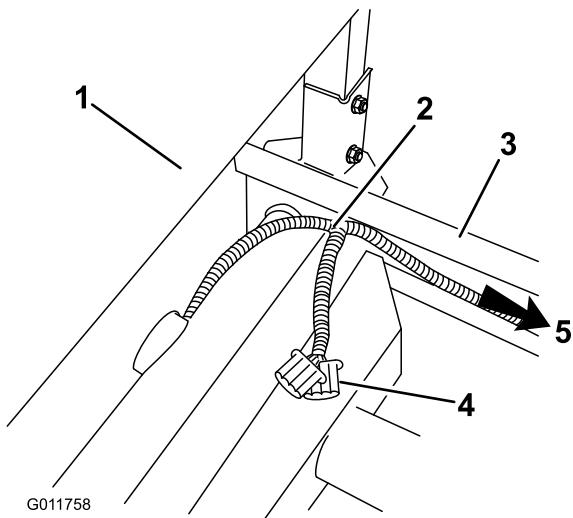

図 13
14. ROPS カバーのところ(座席アセンブリ後部)で、ハーネスを立ち上げてフレームの上に出し、。敷設システム用の電源コネクタが車両下部から上に出るようにする(図 13)。